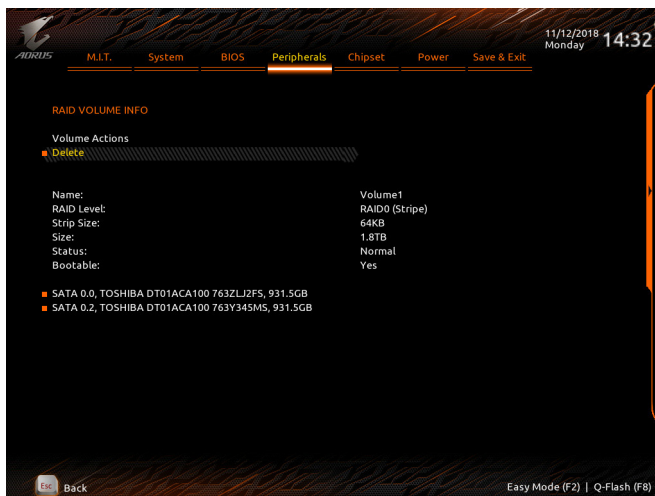

図 4
完了すると、Intel(R) Rapid Storage Technology 画面に戻ります。RAID Volumes に新しいRAID ボリュームが表示されます。詳細情報を見るには、ボリューム上で <Enter> を押して RAID レベルの情報、ストライプブロックサイズ、アレイ名、アレイ容量などを確認します (図 4)。